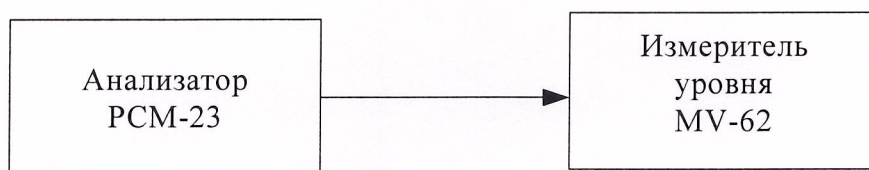

Рис.8.6.
8.3.6.1. Проверка диапазона выходных уровней генератора проводится с помощью указателя уровня MV-62 (рис.8.6).
выходных уровнях проводится с помощью указателя уровня MV-62 (рис.8.6.).